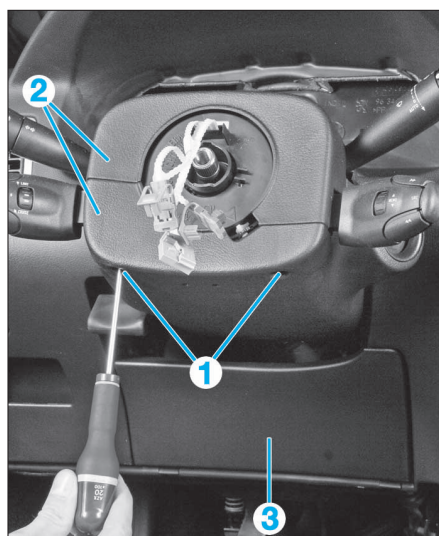
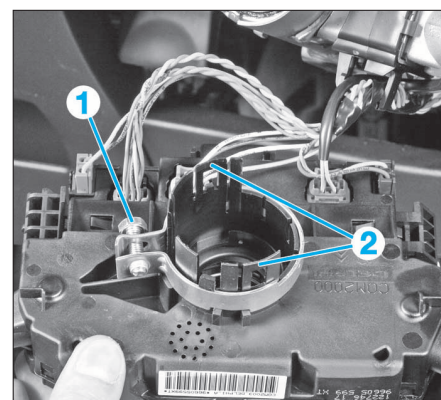
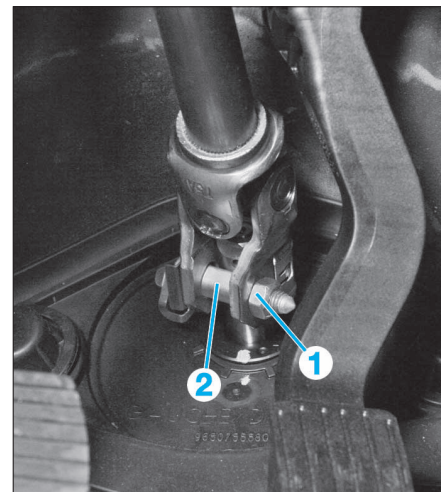

FIG. 2
FIG. 3
FIG. 4
- Déposer (Fig.2) :
- les vis (1)
- les demi-coquilles (2)
- la garniture (3).
- Déposer le bloc de commande sous volant (Fig.3) :
- desserrer la vis (1) du collier de serrage
- écarter les pattes de verrouillage (2) en utilisant un outil plat (réglet ou tournevis plat et fin) et dégager le bloc de commande
- Déposer l'écrou (1) puis dégager la vis (2) du clip de sécurité (Fig.4).